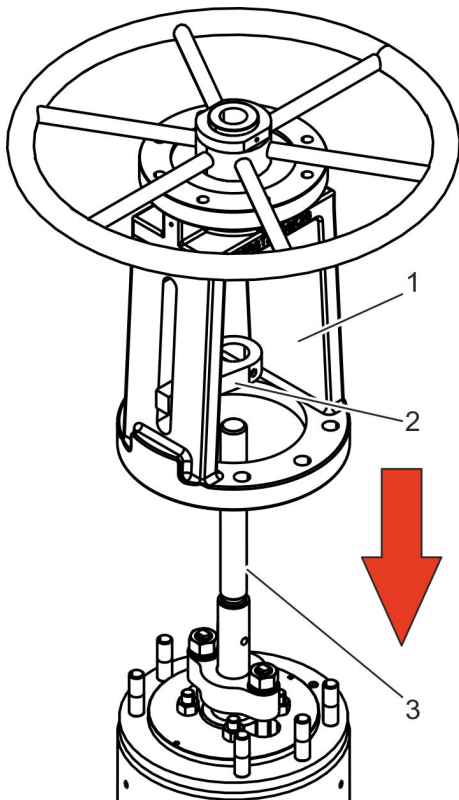

Abb. 29: Bügelaufsatz und Verdrehsicherung montieren
- 17.** Bügelaufsatz (Abb. 29/1) samt Verdrehsicherung (Abb. 29/2) mit Hebezeug auf die Spindel (Abb. 29/3) aufstecken.
- 18.** Bügelaufsatz (Abb. 29/1) auf die Stiftschrauben im Gehäuse aufstecken.